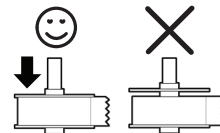

Figura 6
- La guida della bobina etichette deve trovarsi a filo contro il rotolo etichette, senza spazi vuoti. Vedere la Figura 6.
- 5 Far scorrere la guida bobina sul lato destro della bobina stessa e premere la guida con decisione contro il lato del rotolo di etichette, **evitando di lasciare spazi vuoti** tra il rotolo e la bobina. Vedere la Figura 6.